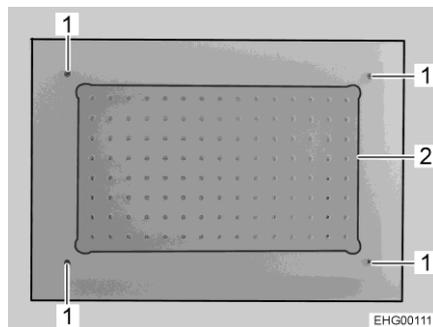

Fig. 293 Lampada a soffitto
- Svitare le 4 viti (Fig. 293,1).
- Rimuovere la lastra di vetro (Fig. 293,2) con i LED montati fissi.
- Posizionare la nuova lastra di vetro con i LED e avvitare le 4 viti (Fig. 293,1).